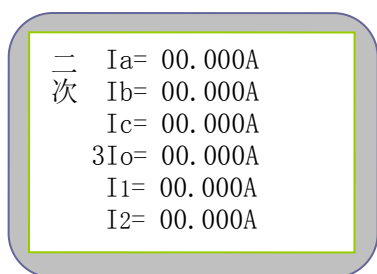

图 2-1-1
- a) 测量数据：包括电流、电压、频率等各项内容，可通过按“上”或“下”键循环选择。按“左”或“右键”在一次值和二次值之间切换。按“返回”键回到上级菜单。二次值的显示画面如图2-1-1、2-1-2、2-1-3。注意I1, I2分别为正序，负序电流。